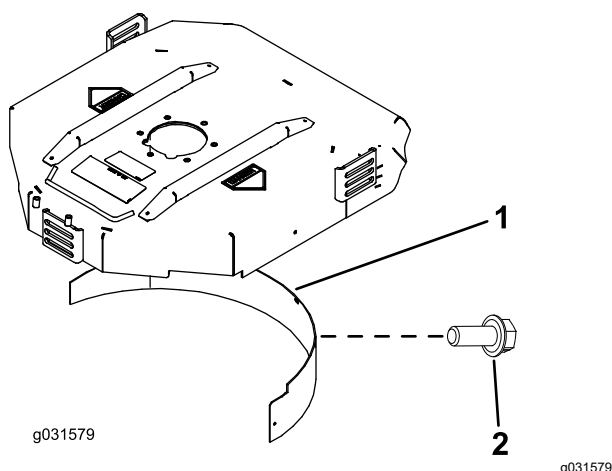

Figura 9
2. Instalați deflectorul de mulcire în deschiderea din spate și fixați-l cu 5 uruburi cu guler (Figura 9).